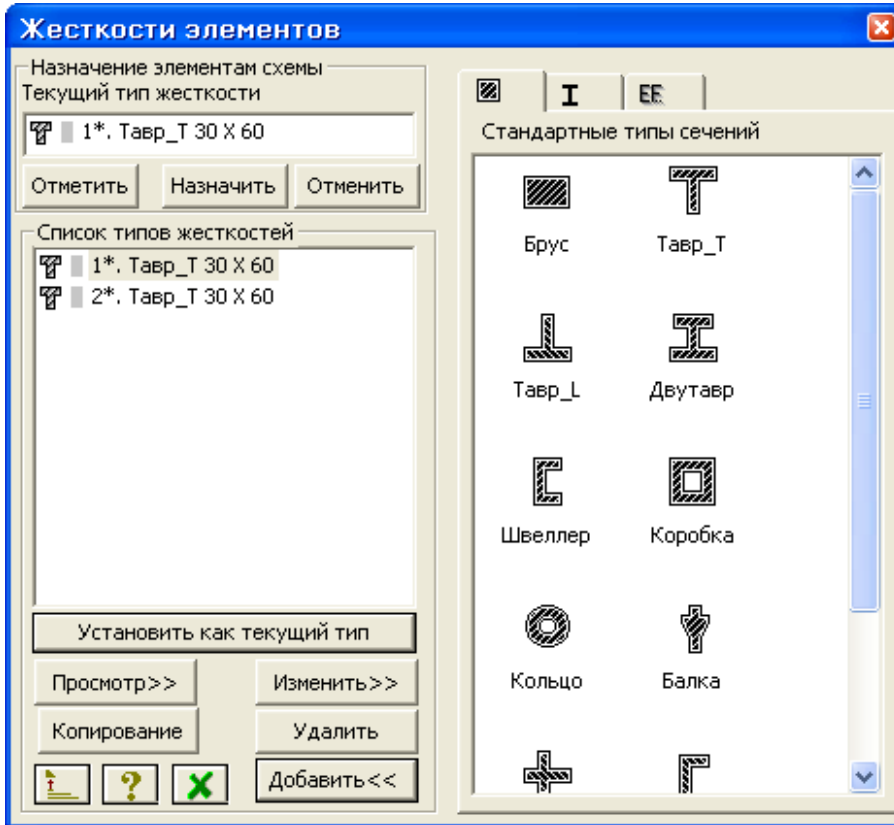

Рис.7.11. Диалоговое окно Жесткости элементов
- С помощью меню **Жесткости** ⇒ **Жесткости элементов** (кнопка  на панели инструментов) вызовите диалоговое окно **Жесткости элементов** (рис.7.11).
- В диалоговом окне **Жесткости элементов** (рис.7.11) в списке типов жесткостей с помощью курсора выделите строку **1*.Тавр_Т 30х60** и щелкните по кнопке **Копирование**.